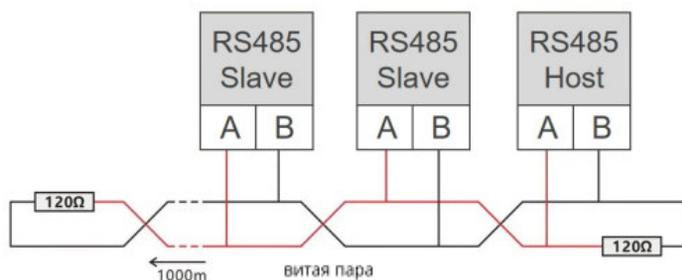

Рис. 3. Подключение ресиверов к линии связи RS485
1. Подключите питание ресивера к клеммам N(-) и L(+), а кабели связи RS485 к клеммам A и B соответственно. При этом подключенные ресиверы могут опрашиваться компьютером по линии связи – см. Рис.3.